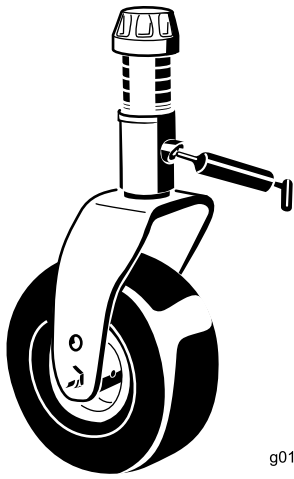

Figure 55
- 1 bague d'axe de chape de roue pivotante (Figure 55)